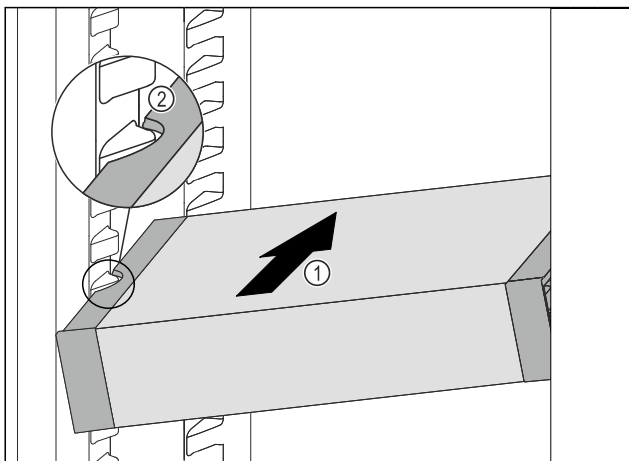

Fig. 78
- Inserire VarioSafe ad angolo nel vano frigorifero Fig. 78 (1) fino a quando le cavità laterali Fig. 78 (2) di VarioSafe non si trovano al livello della nervatura del contenitore nel vano frigorifero.